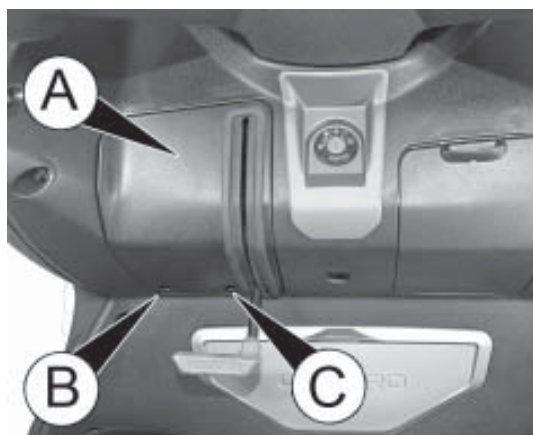

fig. 2
- rimuovere la copertura A fig. 2 svitando le viti B e C;